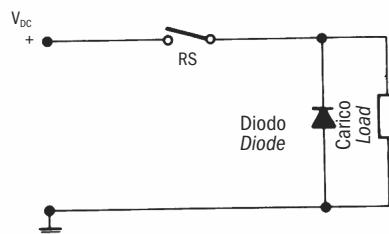
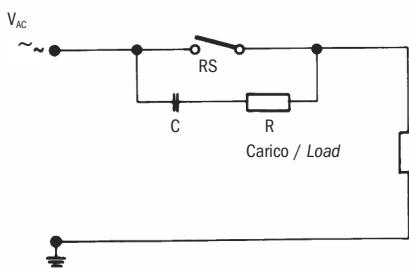

Fig. 1
Fig. 2
**1) Carichi induttori** In presenza di circuiti alimentati con corrente continua, la protezione del contatto è relativamente facile. Si deve collegare in parallelo al carico un diodo semiconduttore come indicato nella fig. 1 (vedi pagina seguente). Le polarità devono essere collegate in modo che il diodo si blocchi con il normale voltaggio di esercizio e sempre in corto circuito nel caso di inversione delle polarità. Quando si commutano dei carichi induttori alimentati con corrente alternata non si può utilizzare un diodo, bisogna usare un dispositivo di soppressione dell'arco. Di solito si tratta di un collegamento RC parallelo al commutatore e quindi in serie con il carico, come da fig. 2 (vedi pagina seguente). La dimensione del soppressore di arco può essere determinata dal monogramma di fig. 3 (vedi pagina seguente).